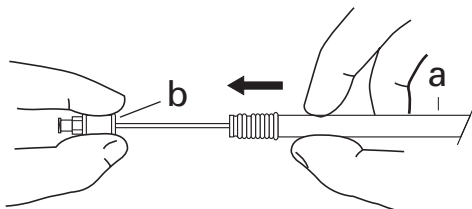

Abb. 6
4. Das Ansatzende unbewegt halten. Der Stent wird beim Ziehen des Griffes (a) zum Ansatz (b) entfaltet. (Abb. 6) Der Röntgenmarker am Platzierungssystem (h) zeigt den Fortgang der Entfaltung an.